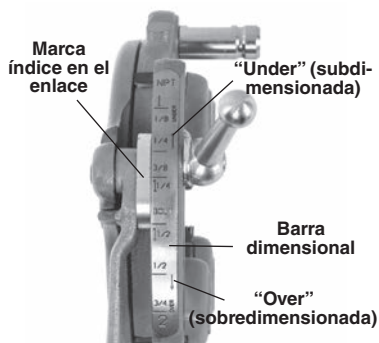

Figura 12 – Ajuste del tamaño de la rosca
- Empiece con la marca índice de la conexión alineada con la marca del tamaño deseado en la barra dimensional. Si se trata de cabezales para pernos, fije la marca del enlace para alinearla con la línea en la barra dimensional. Para rosar pernos, coloque todas las terrajas para pernos alineadas con la línea BOLT (perno) en la barra dimensional (Figura 12).